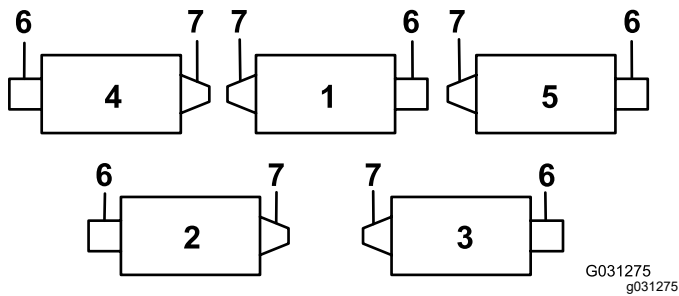
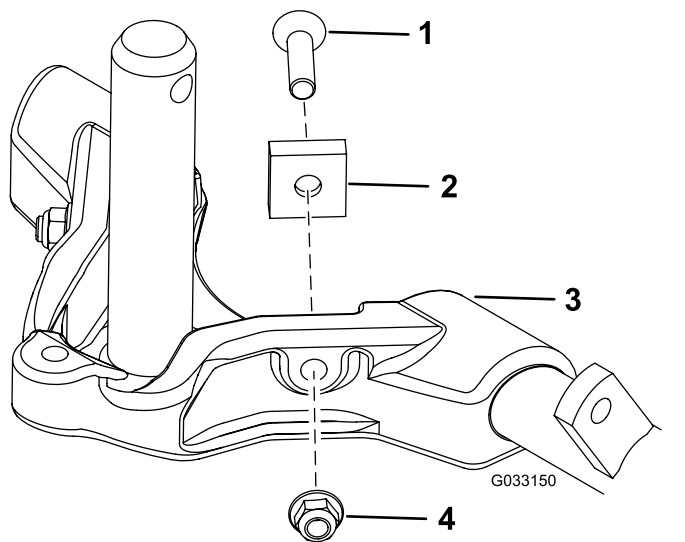

Bild 12
Bild 15
Wichtig: Montieren Sie an den Schneideinheiten Nr. 4 (vorne links) und Nr. 5 (vorne rechts) die Schlauchführungen mit den Befestigungsmuttern der Stangenhalterung vorne an den Schneideinheitnasen. Die Schlauchführungen sollten sich zur mittleren Schneideinheit neigen (Bild 12 bis Bild 14).
7. Verbessern Sie die Lenkung an den Heckschneideinheiten, indem Sie die zwei Gelenkdistanzstücke, Sechskantschrauben und Bundmuttern (Bild 15) von den Trägerrahmen der Heckschneideinheiten (Schneideinheiten Nr. 2 und Nr. 3) entfernen, siehe Bild 12.